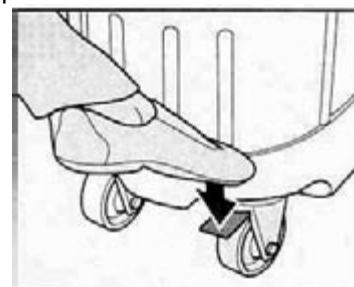

Fig. 5
-Para evitar que el aspirador se deslice involuntariamente, accione Ud. el freno de fijación (Fig. 5).